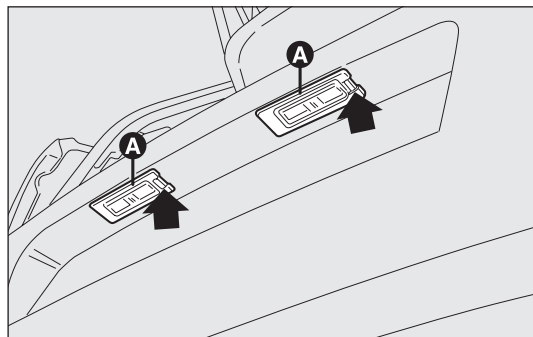

fig. 150
- ❑ agire nel punto indicato dalla freccia e rimuovere il gruppo trasparente A-fig. 150;